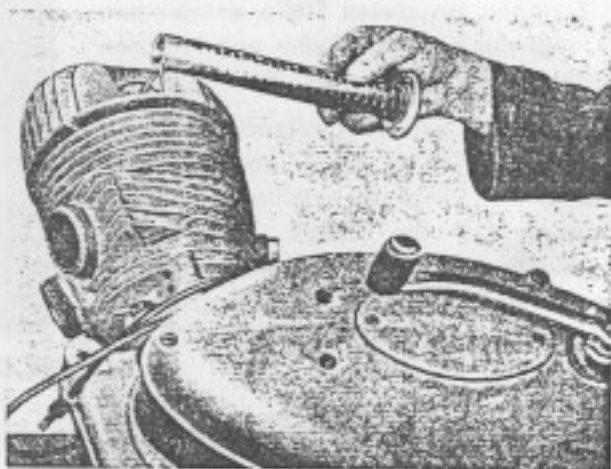

Bild 121. Einfüllen der Meßflüssigkeit durch die Zündkerzen-Öffnung
- a) Motor so stellen, daß Zündkerzenöffnung am höchsten Punkt des Verdichtungsraumes liegt (siehe Bild 121).